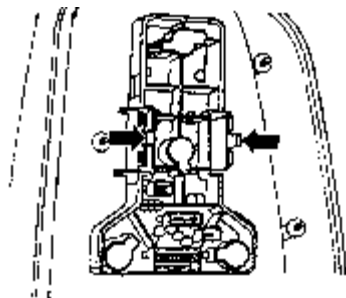

图 11-72 拆卸尾灯灯座
(2) 尾灯座的拆卸和安装
①拆卸灯座。将行李箱中的内饰折起到侧面。分开插头连接。松开保持架 (如图 11-72 箭头所示), 并且取出灯座。
②安装灯座。按相反的顺序进行安装。